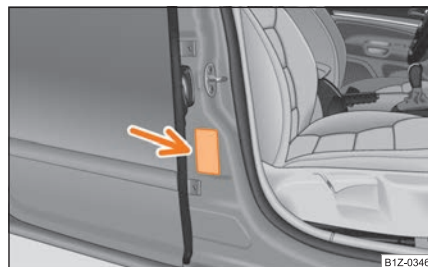

Fig. 187 Adhesivo en el montante central de la carrocería, lado del acompañante
- Este hecho lo indica también el adhesivo que se encuentra en el montante central de la carrocería del lado del acompañante. ⇒ fig. 187 El adhesivo es visible al abrir la puerta del acompañante. Para algunos países se pega el adhesivo también en la visera parasol del acompañante.